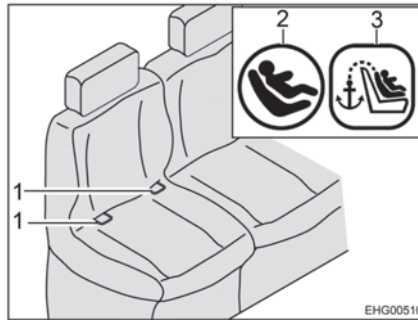
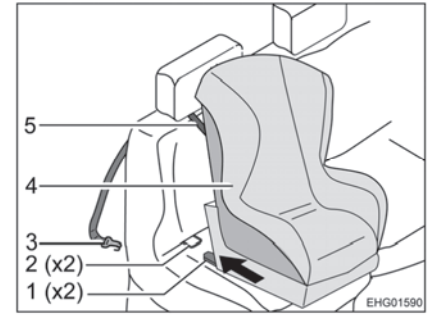

Bild 15 Sitz mit Isofix
Bild 16 Befestigung mit Top-Tether
- Rastarme (Bild 16,1) in Haltebügel (Bild 15,1 und Bild 16,2) einrasten lassen. Dabei muss ein deutliches Klickgeräusch zu hören sein.
- Mit einem kräftigen Ruck kontrollieren, ob der Kindersitz (Bild 16,4) fest sitzt.
- Top-Tether-Gurt (Bild 16,5) zwischen Kopfstütze und Rückenpolster hindurchführen.
- Befestigungshaken (Bild 16,3) am Ankerpunkt auf der Rückseite des Fahrzeugsitzes einhaken.